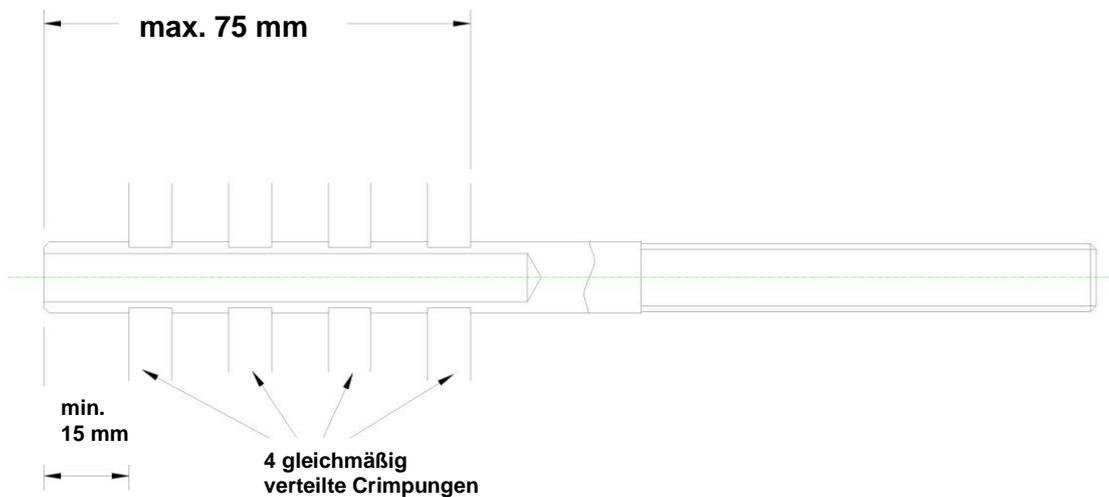

Abbildung 29 - Position der Verpressungen an verpressten Seilaufnahme
- Die Seilaufnahme muss mit 4 Verpressungen direkt auf dem Seil befestigt werden. Achten Sie, mit Hilfe der Markierungsstreifen auf der Seilaufnahme, auf die in Abb. 29 angegebenen Abstände.
Die Minimal- und Maximalabmessungen aus Abb. 29 müssen zwingend eingehalten werden. Verpressungen außerhalb des gezeigten Bereiches könnten die Systemsicherheit gefährden.